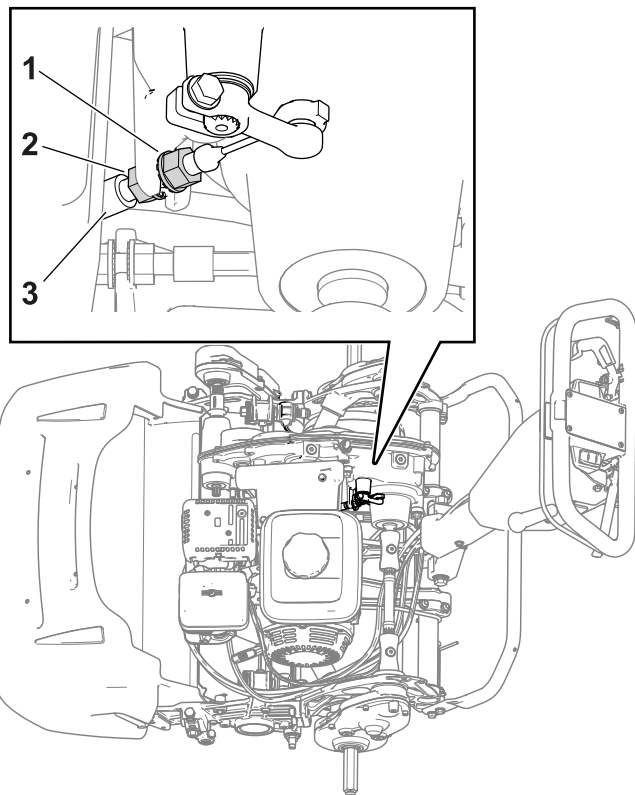

Figura 39
- Per aumentare la tensione del cavo, allentate il controdado anteriore del cavo e serrate il controdado posteriore (Figura 39). Ripetete il passaggio 2 e regolate la tensione, se necessario.
- Per ridurre la tensione del cavo, allentate il controdado posteriore e serrate il controdado del cavo anteriore (Figura 39). Ripetete il passaggio 2 e regolate la tensione, se necessario.